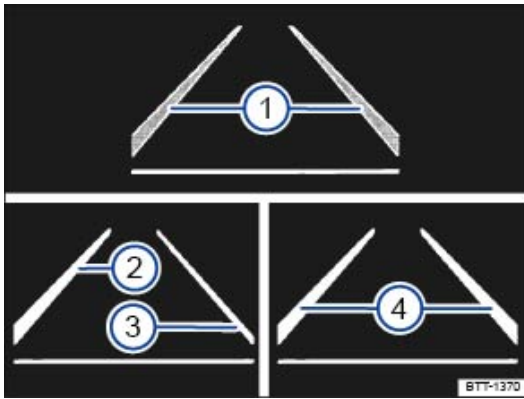

Fig. 123 Sur l'afficheur du combiné d'instruments : affichages de l'assistant de maintien de voie.
Zones d'affichage sur le combiné d'instruments ⇒ *Fig. 123* :
- Le système a repéré une signalisation au sol respectivement à gauche et à droite du véhicule ⇒ Fig. 123 .
- Le système a repéré une signalisation au sol respectivement à gauche et à droite du véhicule ⇒ Fig. 123.